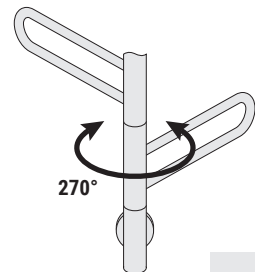

Рис.6
**ВНИМАНИЕ!** Максимальный угол поворота всех составных элементов изделия относительно нижнего узла не более 270 градусов (**рис. 6**).